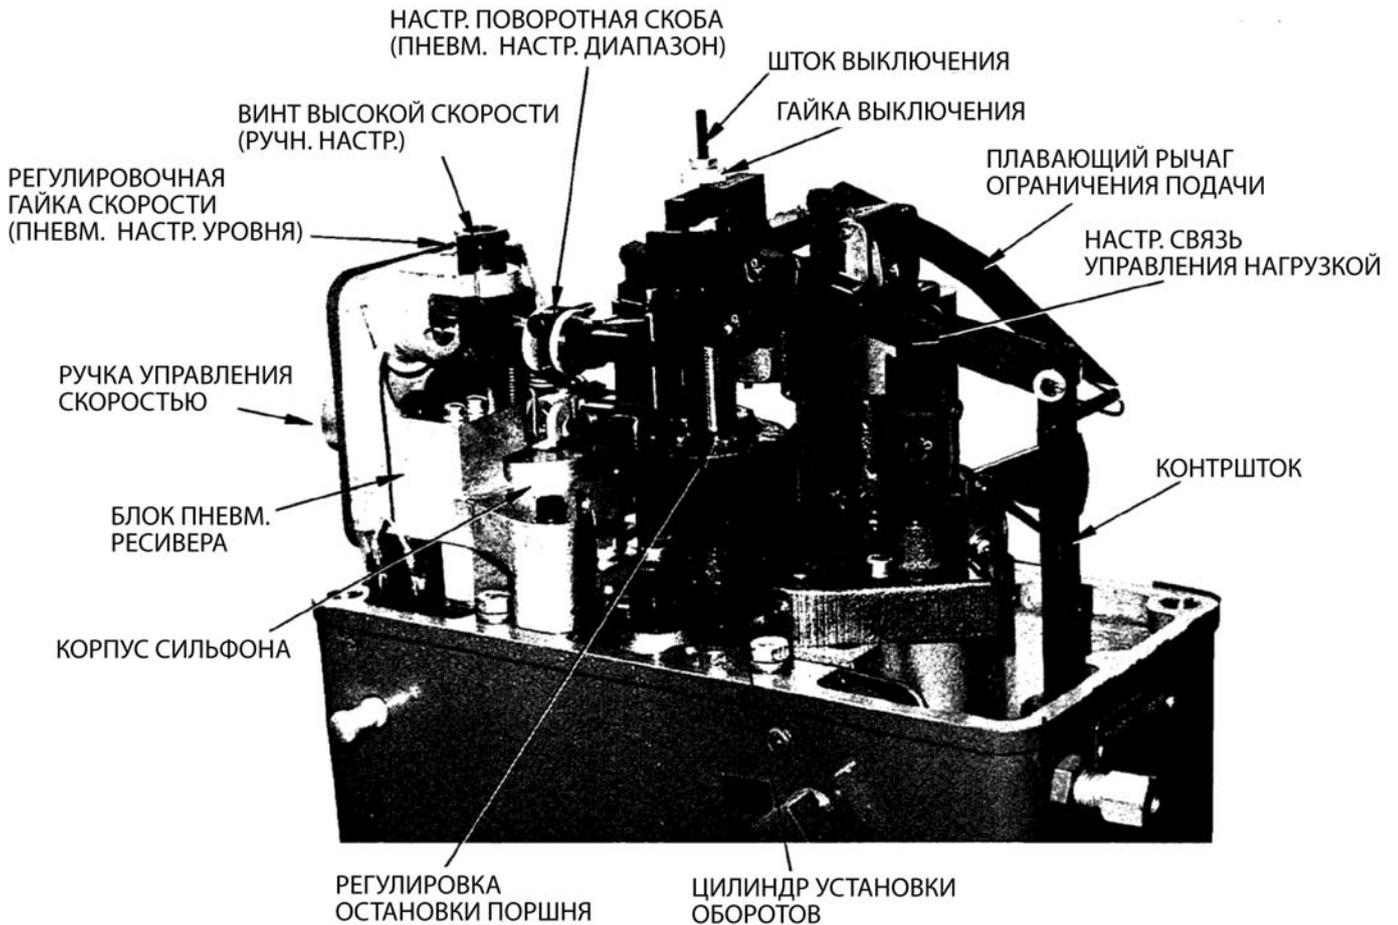

Рис. 3-2. Регулятор со снятой крышкой – вид слева
(Рис. 3-2)
- b. Вращайте гайку настройки оборотов (рис. 3-2) на винте установки оборотов (для увеличения оборотов вращать против часовой стрелки) до достижения требуемой низкой скорости при минимальном давлении воздуха управления.